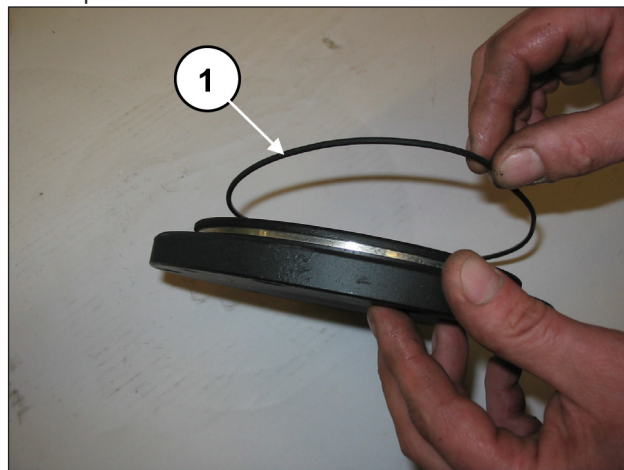
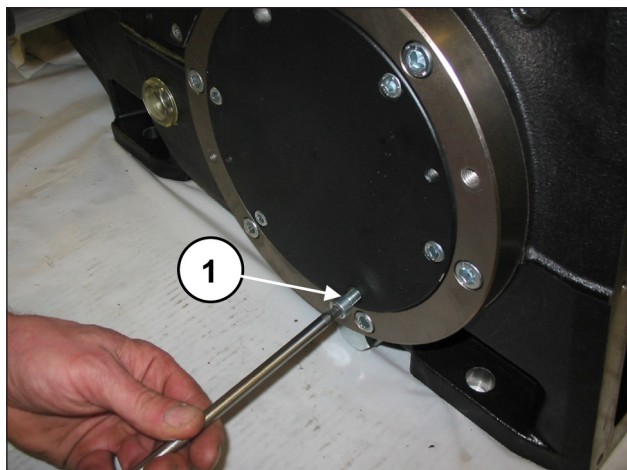

Fig. 90
Fig. 91
Montar las dos tapas del cojinete junto con las juntas tóricas (pos. ①, Fig. 90) y fijarlas con los 6+6 tornillos M8x20 (pos. ①, Fig. 91).